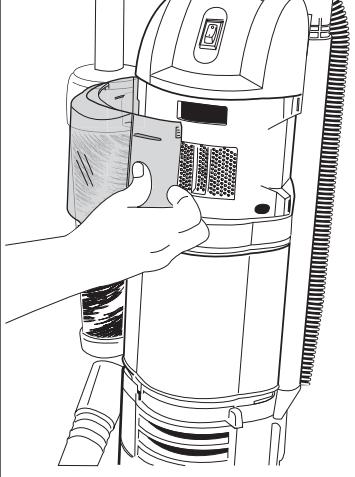

FIG. 14
Step 1: Remove top filter cover by grasping right edge and pivoting to the left (FIG. 14).
Étape 1 : Enlevez le couvercle du filtre du haut en saisissant le côté droit et en le pivotant vers la gauche (FIG. 14).
Paso 1: Quite la tapa del filtro tomado el borde de la derecha y abriéndola hacia la izquierda (FIG. 14).